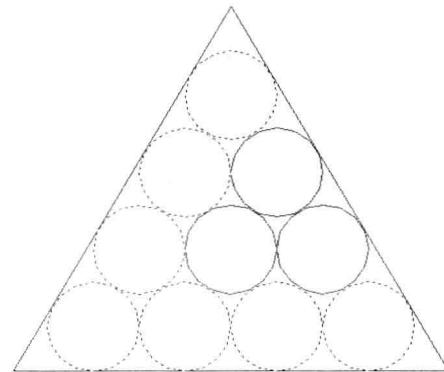

图 4-1-8
(3) 按Enter键，即可选中多段线穿过的对象，如图4-1-8所示，选中的对象呈虚线显示。